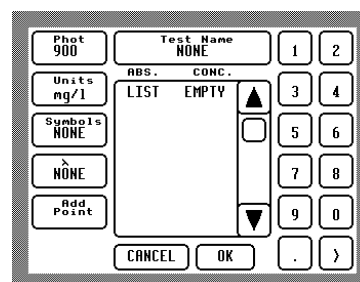

Fig 23 -添加用户自定义检测方法
- 点击 **Add** 键，屏幕会显示“添加用户自定义检测方法”界面– 见图 23 :-